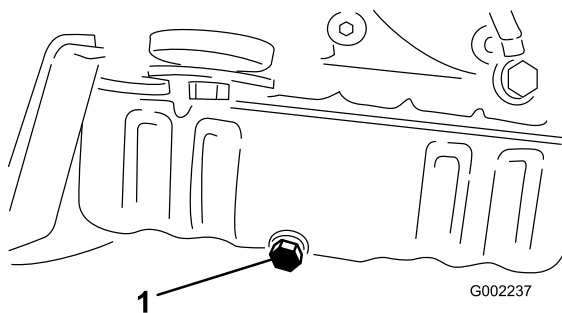

Figura 41
- Retire o tampão de escoamento (Figura 41).